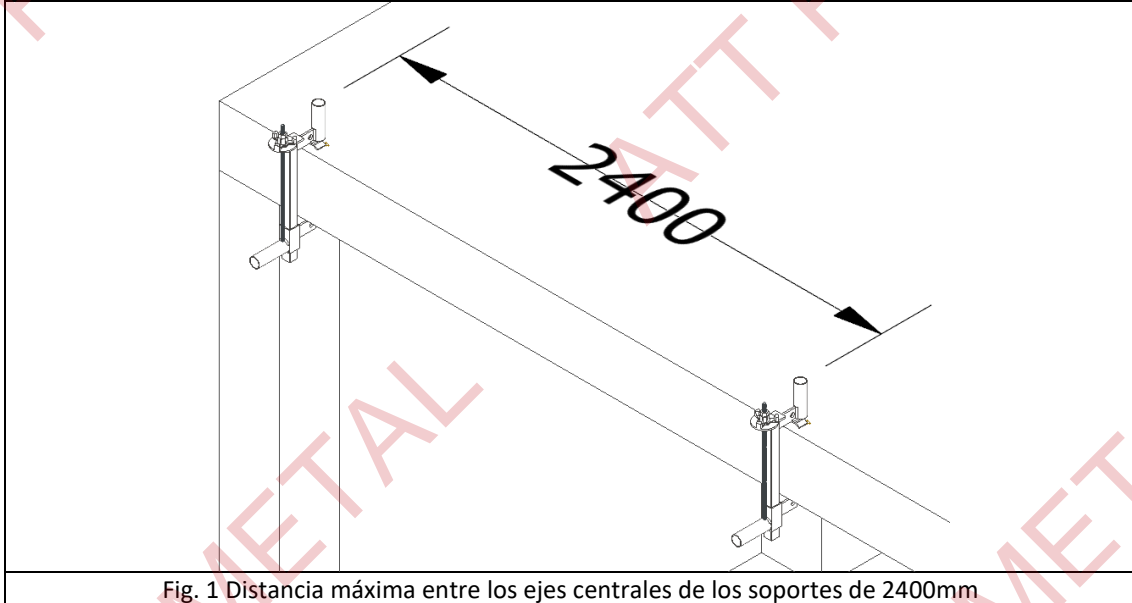

Fig. 1 Distancia máxima entre los ejes centrales de los soportes de 2400mm
- Distancia entre soportes: La distancia máxima permitida entre los ejes centrales de los soportes será de 2400mm (Fig. 1).